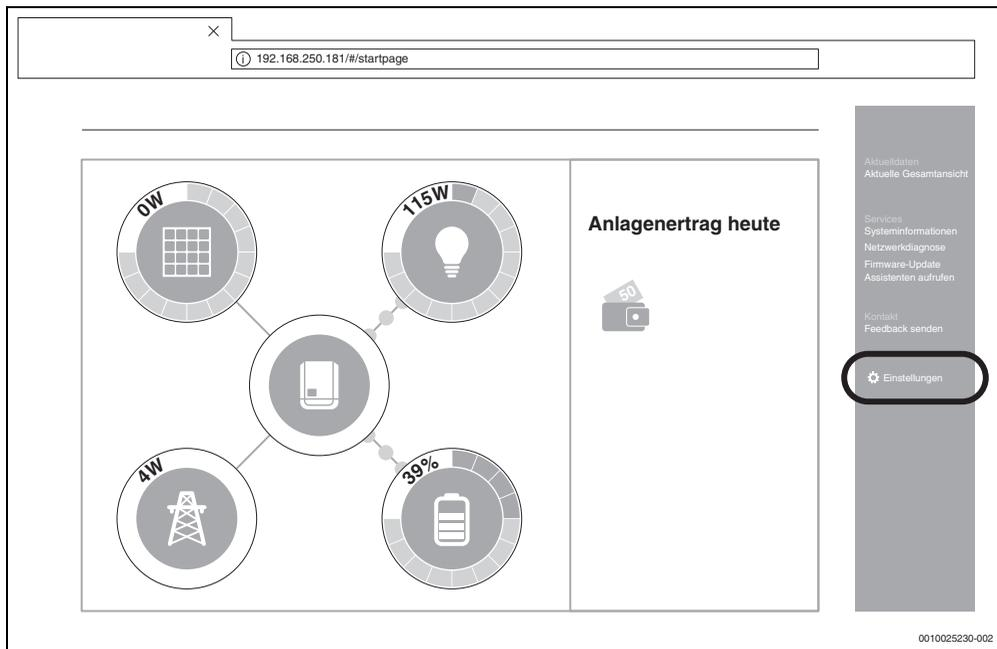

Bild 5 Datamanager **(Für die Fronius Gen24 Plus-Wechselrichter kann die Darstellung in der Web-UI abweichen)**
Die Komponenten sind richtig verbunden, wenn die Übersicht des Fronius Datamanagers der Anzeige in Bild 5 entspricht. Die Batterieanzeige (unten rechts) ist optional und kann je nach System entfallen.
4. Im Reiter rechts auf **Einstellungen** klicken (→ Bild 5).